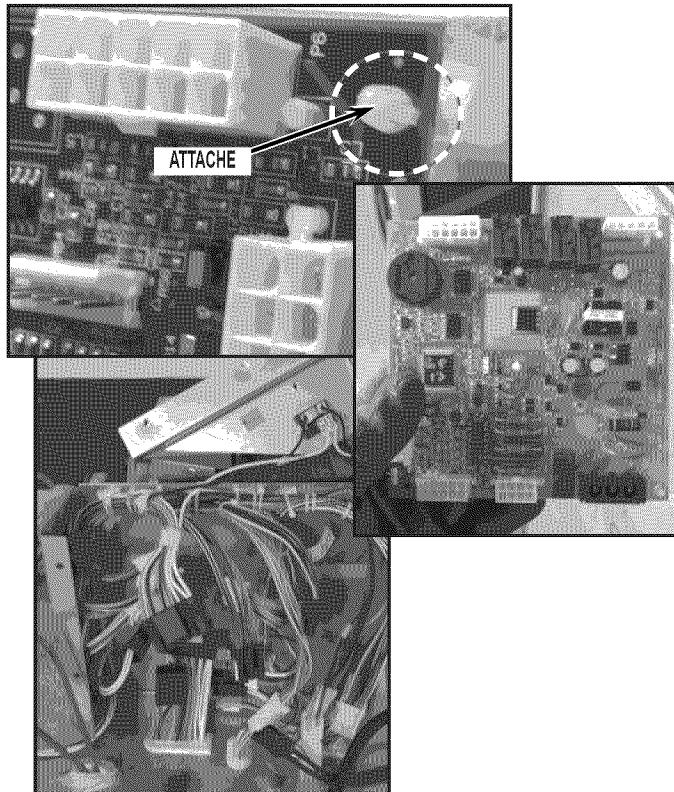

FIGURE 19
24. Retirer l'ancienne carte HT en dégageant les attaches maintenant la carte au logement de l'ancien module HT et jeter la carte. Voir Figure 19.